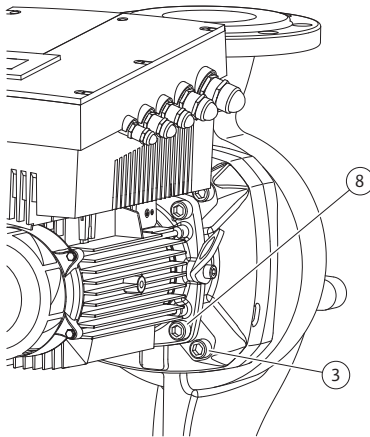

Fig. 49: Optionale Befestigung des Einstecksatzes
11. Die Schrauben (Fig. 7, Pos. 3) lösen und entfernen. Je nach Pumpentypen sind die äußeren Schrauben (Fig. 49, Pos. 3) zu nehmen. Der Einstecksatz (siehe Fig. 13) bleibt nach dem Entfernen der Schrauben sicher im Pumpengehäuse, es besteht auch bei horizontaler Lage der Motorwelle keine Kippgefahr.
16. Je nach Pumpentyp die Schrauben (Fig. 7, Pos. 10) oder alternativ die Schrauben (Fig. 49, Pos. 8) lösen.
22. Die Laterne vorsichtig über die Welle schieben und in der alten bzw. in einer anderen gewünschten, winkligen Lage zum Motorflansch positionieren. Dabei zulässige Einbaulagen der Komponenten beachten (siehe Kapitel 7.1 „Zulässige Einbaulagen und Änderung der Komponenten­anordnung vor der Installation“ auf Seite 20). Laterne mit den Schrauben (Fig. 7, Pos. 10) **oder** – bei den Pumpentypen/Laternentypen nach (Fig. 49) – mit den Schrauben (Fig. 49, Pos. 8) am Motorflansch befestigen.